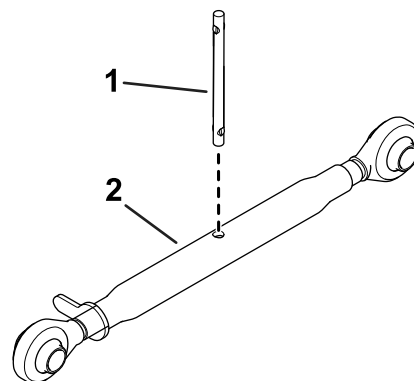

Figura 5
1. Montate l'asta sull'attacco superiore (Figura 5)